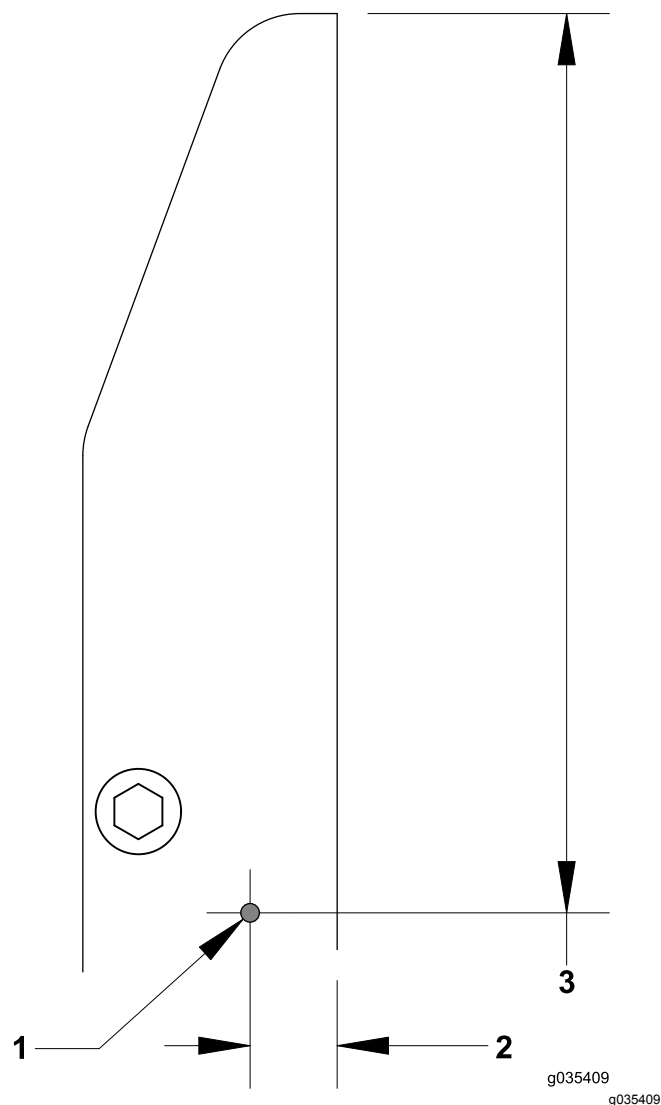

図 5
1. プラグキャップ用に、以下に示す穴を開ける (図 5)。